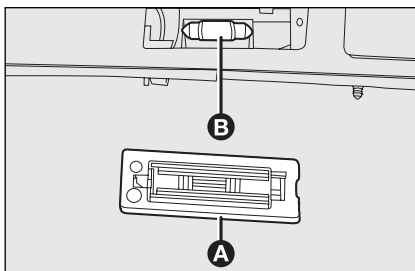

fig. 36
- ☐ estrarre il trasparente **A-fig. 36** e dal portalamпада la lampada **B**;